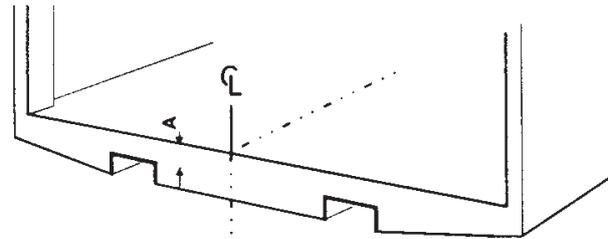

Figure 26. Mesurez et marquez le centre de la traverse arrière du véhicule
1. Mesurer et marquer le centre de la traverse arrière du véhicule. Voir Figure 26.